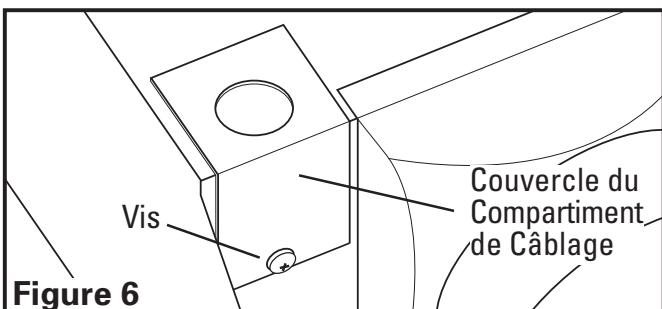

Figure 6
- 1a. **Compartiment de Câblage Extérieur:** enlever la vis du couvercle du compartiment à câblage et mettre ce couvercle dans un endroit fiable (**Figure 6**).